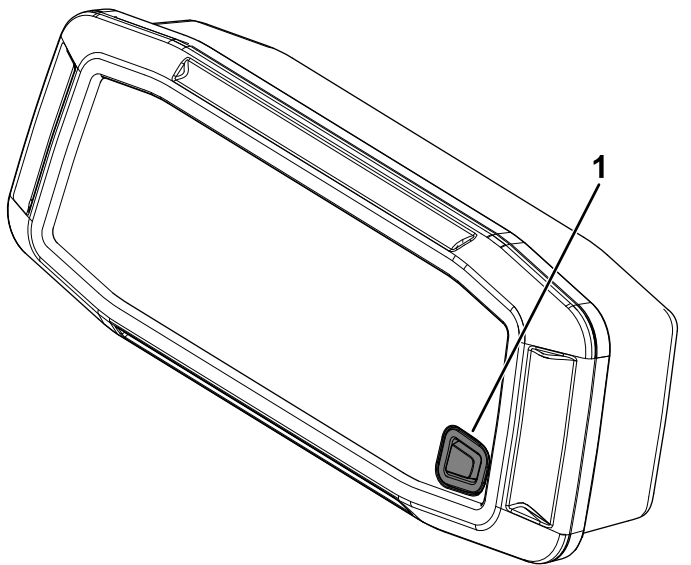

Figure 91
3. Avec le moteur en marche et sans appuyez sur la pédale de frein, appuyez sur le bouton d'affichage pendant 10 secondes (Figure 91).